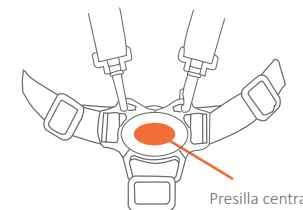

Fig. 11
- 11) • Presione el botón rojo en la presilla central para destrabar las dos hebillas del arnés (Fig. 11).